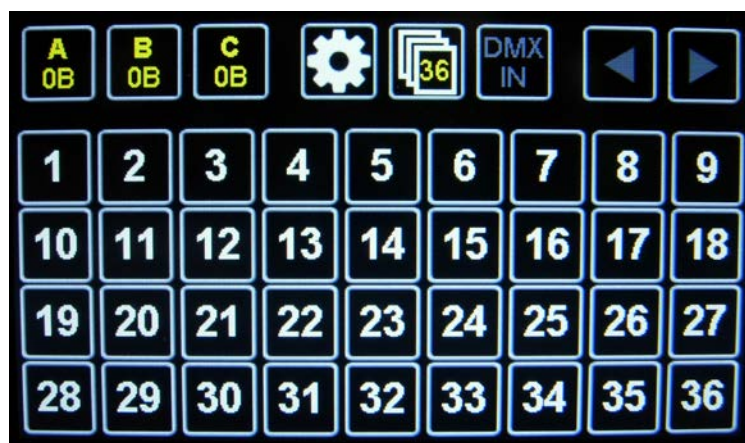

Рисунок 2: Сенсорный экран свитчера
– в режиме проверки или настройки оборудования с помощью сенсорного экрана, расположенного на передней панели свитчера (Рисунок 2).